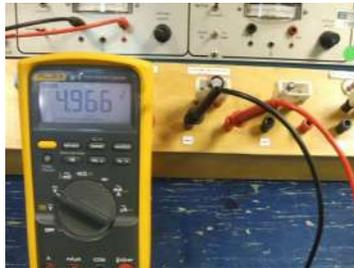

Figura 2.5 Desenergización de un capacitor
- h) Desconecte el capacitor, teniendo cuidado de no tocar sus terminales y conéctelo a las terminales del voltímetro según se muestra en la figura 2.5.